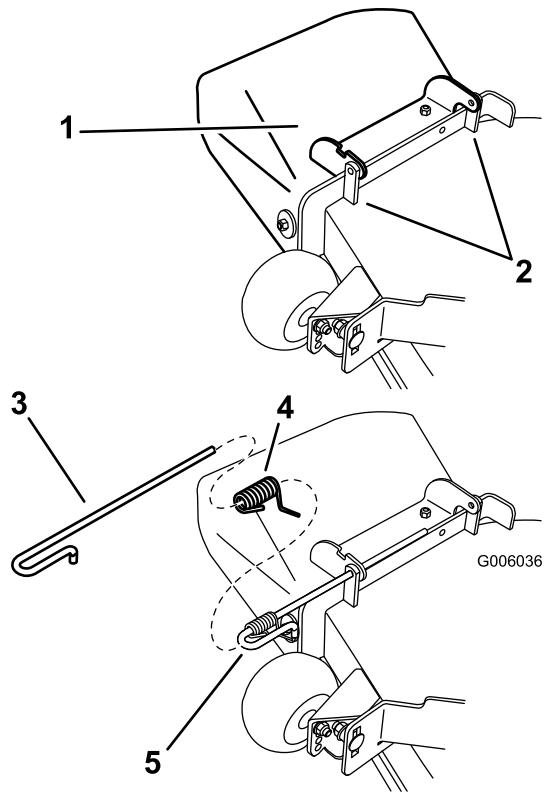

Bild 76
- Entfernen Sie die Feder von der Kerbe in der Ablenkblechhalterung und schieben Sie die Stange aus den geschweißten Mähwerkhalterungen, der Feder und dem Auswurfablenkblech (Bild 76). Entfernen Sie defekte oder abgenutzte Auswurfkanäle.